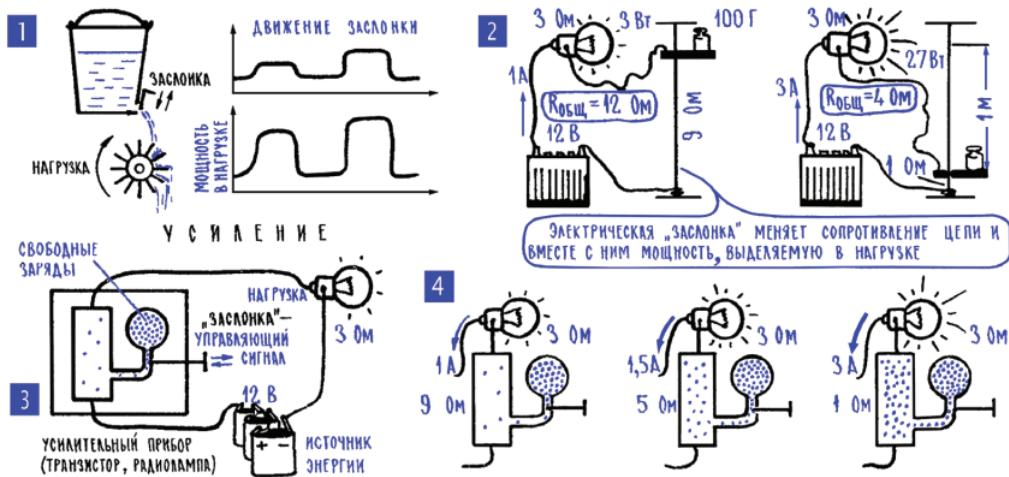

Рис. 9.1. Усиление сигнала
**3. Усилители – большой класс систем, в которых слабое, маломощное воздействие управляет мощными потоками энергии.** Давайте просверлим в нижней части ведра небольшое отверстие (это вполне может быть мысленный эксперимент, то, что в нем должно произойти, легко увидеть силой воображения, и наносить ущерб хозяйству, делая дырку в ведре, совсем не обязательно), наполним ведро водой и подставим под струю небольшую вертушку с лопастями, некоторое подобие рабочего колеса водяной мельницы (рис. 9.1; 1). Вначале, когда воды в ведре много, из отверстия вырывается довольно сильная струя, колесо вращается быстро. По мере того как уровень воды падает, струя становится все более вялой, и вращение колеса замедляется. Это нормальный процесс передачи энергии: потенциальная энергия поднятой на высоту воды переходит в кинетическую энергию струн, а она, в свою очередь, передается колесу-вертушке. Если не думать о потерях, то можно сказать, что сколько дает источник энергии (вода в ведре), столько и получает потребитель (вертушка). И на сколько уменьшится или увеличится энергия, которую поставляет источник, на столько же уменьшится или увеличится и энергия, получаемая потребителем.
События разворачиваются в простейшей электрической цепи, в которую входит источник энергии – аккумулятор, нагрузка – лампочка и еще переменный резистор – реостат, выполненный в виде вертикально натянутой проволоки со скользящим контактом (рис. 9.1; 2). Подвижный контакт этот ходит по проволоке настолько легко, что если подвесить к нему стограммовую гирьку, то контакт буквально за секунду переместится сверху вниз, изменив сопротивление реостата от 9 Ом до 1 Ом.
Реализовать этот принцип можно даже в нашей установке с реостатом, для этого нужно соорудить для подвижного контакта реостата систему электрического привода. Скажем, приводить в движение подвижный контакт миниатюрным электромоторчиком или электромагнитом, энергию которым давал бы сам усиливающийся сигнал. В электронных усилителях этот принцип реализуют так: сопротивление участка цепи меняют, «впрыскивая» в него то или иное количество свободных электрических зарядов (рис. 9.1; 3, 4). На само это «впрыскивание» тратится сравнительно небольшая мощность, а сопротивление меняется так, что происходит значительное изменение мощности, выделяемой на данном участке цепи.
Слабый усиливающийся сигнал подводится к лампе или транзистору и управляет имеющейся там своего рода «заслонкой», которая увеличивает или уменьшает количество свободных зарядов, создающих электрический ток, то есть фактически меняет сопротивление приборов (рис. 9.1; 3, 4). Мы начнем с того, что посмотрим, как работает такая «заслонка» в транзисторе, как слабый сигнал меняет сопротивление этого усилительного прибора, меняет ток в его цепи. Но до этого нам еще предстоит провести кое-какую подготовительную работу. В частности, познакомиться с некоторыми процессами в полупроводниках.